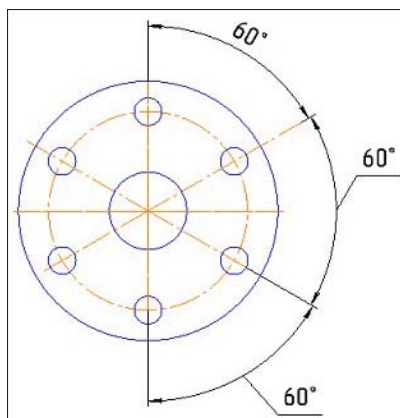

Рис. 12.32. Простановка цепного углового размера
- ◆ следующий угловой размер строится аналогично. Построение цепного углового размера показано на рис. 12.32.